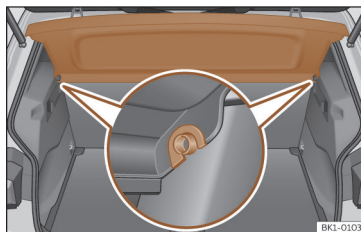

Abb. 135 Im Gepäckraum: Gepäckraumabdeckung aus- und einbauen.
- Drücken Sie die Abdeckung aus den Seitenhalterungen»» **Abb. 135** aus, indem Sie diese nach oben ziehen und herausnehmen.
- Führen Sie die Abdeckung horizontal ein, so dass das „Hufeisen“ über den Achsen der Halter»» **Abb. 135** liegt und drücken Sie die Abdeckung nach unten, bis sie einrastet.